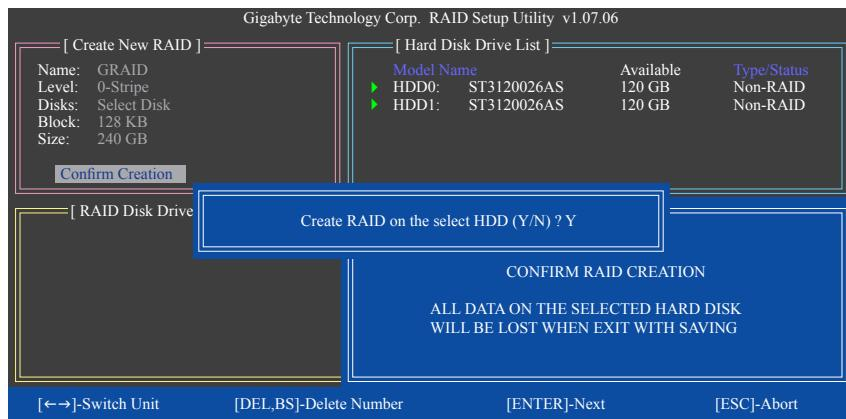

Figure 7
- Confirmer la création : Une fois que tous les éléments ci-dessus ont été configurés, la barre de sélection ira automatiquement sur l'élément **Confirm Creation**. Appuyez sur <Enter>. Lorsqu'on vous demande de confirmer votre sélection (Figure 7), appuyez sur <Y> pour confirmer ou sur <N> pour annuler.